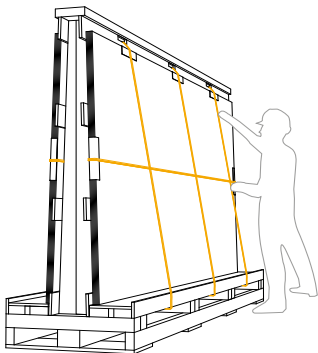

Abb. 5
- Bandumreifung des „Plattenblocks“, um ein Verrutschen beim Transport zu verhindern (Abb. 5)